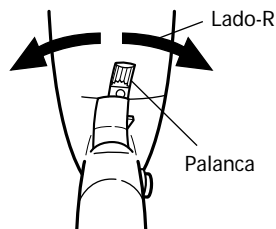

Fig. 2
6. Confirmar la dirección de rotación de la broca (Fig. 2)